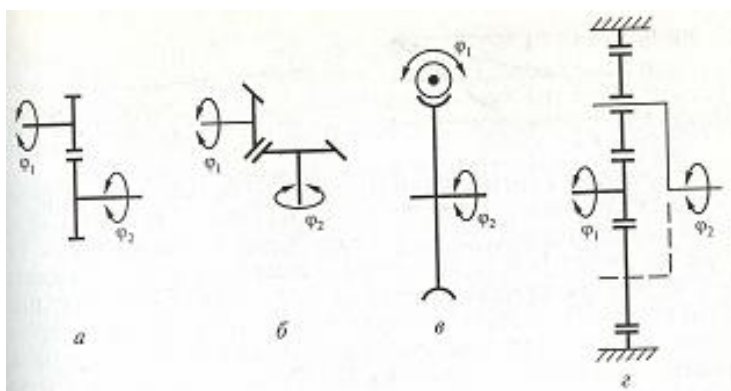

Рис. 6 Передаточные механизмы круговых движений
Вопрос 22. Из представленных на рис. 6 передаточных механизмов круговых движений выберите планетарную передачу.
- 1) рис. 6а;
- 2) рис. 6б;
- 3) рис. 6в;
- 4) рис. 6г.